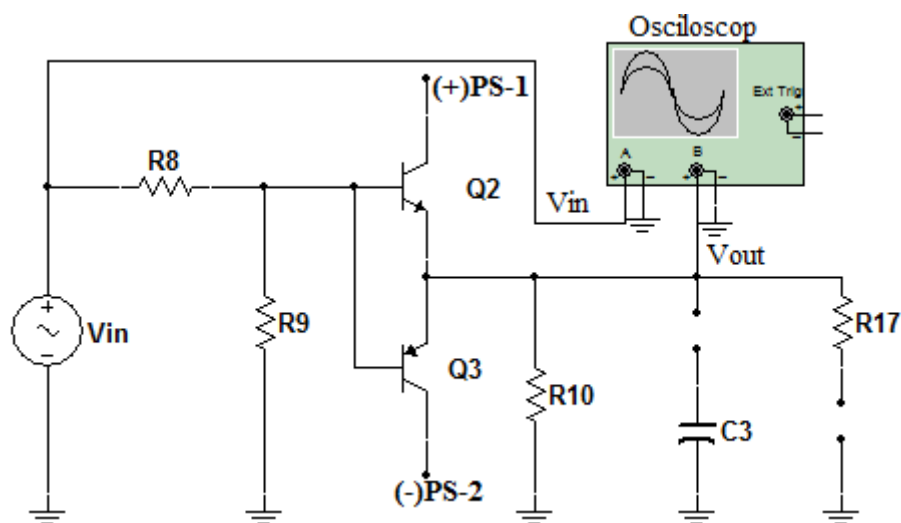

Fig. 8.4. Amplificatorul push-pull
15. Realizați circuitul din fig. 8.4.